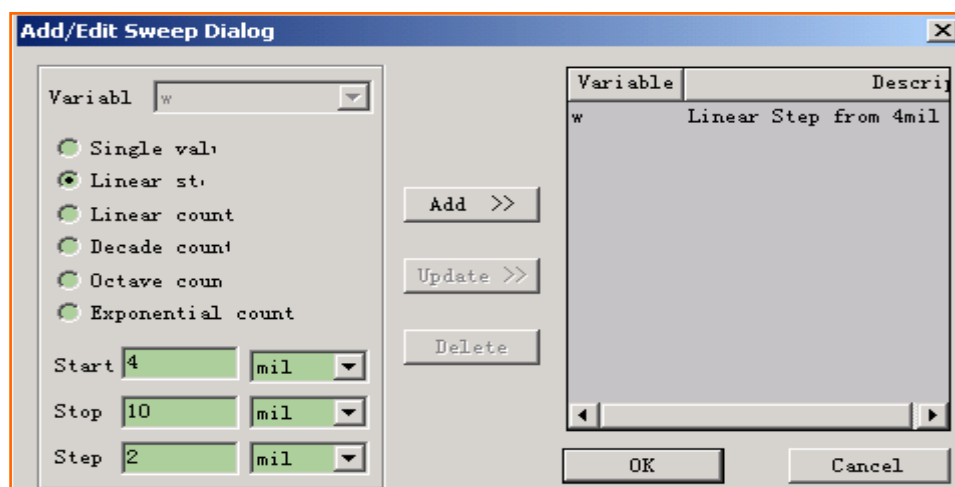

图 2.8
- 2) 在变量列表栏出现内置的 W 变量,这是因为当前只有一个变量设置的原因(图 2.8)。
- 3) 在图 2.8 中选择线性步长（默认选项）